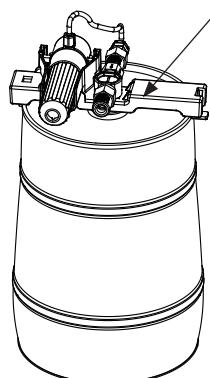

Figura 19
4. Retire el dispensador del barril de cerveza vacío (Figura 19).